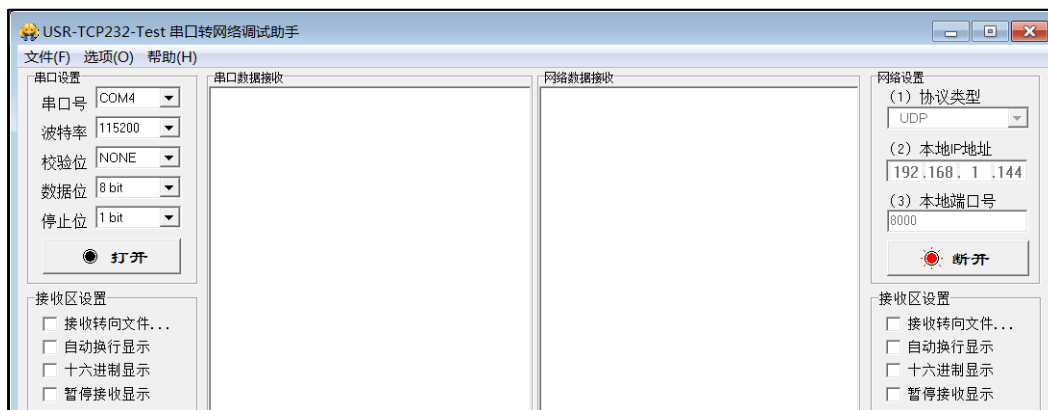

图 8-14 UDP 通讯测试时网络调试助手的配置
- (1) 配置 DMZ 主机的功能请参考前面 TCP 通讯实验中的步骤，与 GPRS_TCP 实验的主要区别在于网络调试助手的配置不同。
- (2) 把网络调试助手设置成工作于“UDP”方式，见图 8-14；